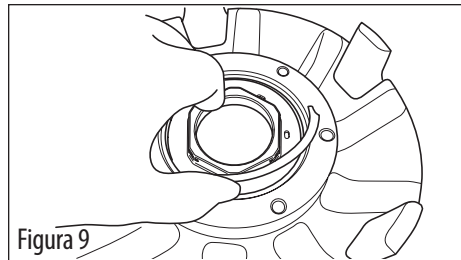

Figure 9
3. Installez l'anneau de blocage en spirale dans la rainure de l'anneau du moyeu. Assurez-vous que l'anneau de blocage est bien inséré dans la rainure du moyeu (voir les figures 9 et 10).